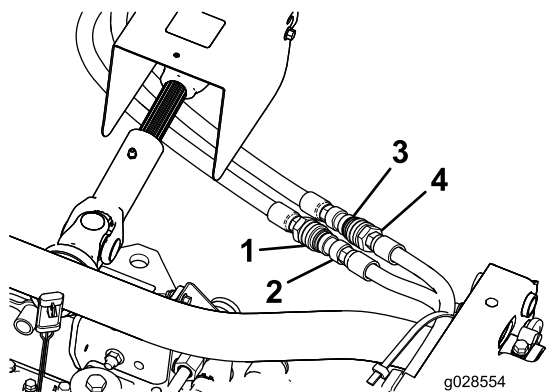

Figura 6
1. Monte o conector rápido macho no tubo (3/8 x 79-1/2 pol.) como se mostra na Figura 6 e aperte com 37 a 45 N-m.
- Monte o conector rápido fêmea no tubo (3/8 x 56-1/2 pol.) como se mostra na Figura 6 e aperte com 37 a 45 N-m.